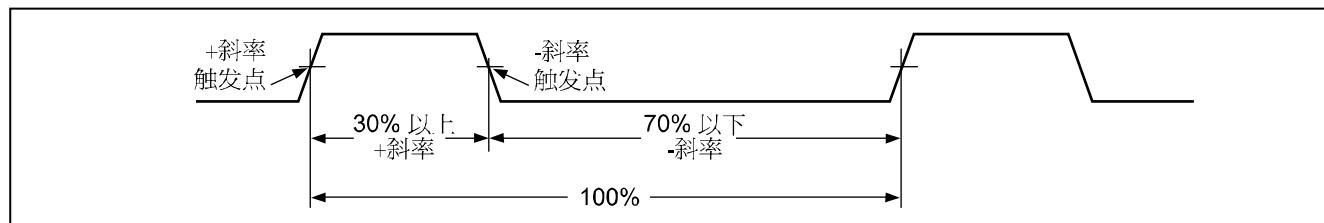

图 9. 占空系数测量的组成
要测量频率，将仪表与信号源连接，然后按 **Hz %**。按 **[■]** 可以在显示器左侧显示的符号（+ 和 -）之间切换，以切换触发斜率（请参阅“测量占空比”一节中的图 9）。按 **AutoHOLD** 可以停止或启动计数器。
占空比（或占空系数）是在一个周期内信号在触发电平以上或以下的时间百分比（图 9）。占空比模式的最佳应用是测量逻辑和交换信号的通断时间。电子燃料喷射系统和交换电源等系统都是用不同宽度的脉冲控制，因此可通过测量占空比来检查其功能。
2. 再次按 **[Hz %]** 测量信号的占空系数。按 **[III]** 来选择测量信号的正或负脉冲，请参阅图 9